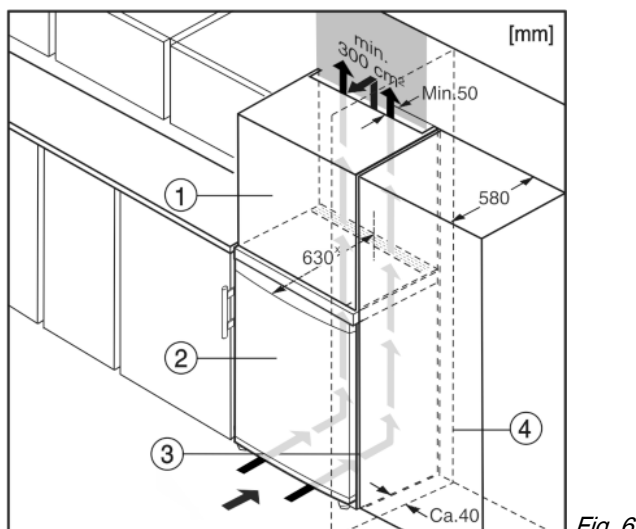

Fig. 6
Aparatul poate fi refăcut cu dulapuri de bucătărie. Pentru a aduce aparatul Fig. 6 (2) la același nivel cu mobilierul de bucătărie, se poate monta deasupra aparatului un dulap suspendat Fig. 6 (1).*
La integrarea în dulapurile de bucătărie (adâncime maximă 580 mm), aparatul poate fi amplasat direct lângă dulapul de bucătărie Fig. 6 (3). Aparatul iese în afară în partea laterală cu 34 mm^x, iar în centrul aparatului cu 50 mm^x, în raport cu suprafața frontală a dulapului de bucătărie.*
Atunci când aparatul este montat cu balamalele lângă un perete Fig. 6 (4), distanța dintre aparat și perete trebuie să fie de minim 40 mm. Această valoare corespunde proeminenței mânerului cu ușa deschisă.